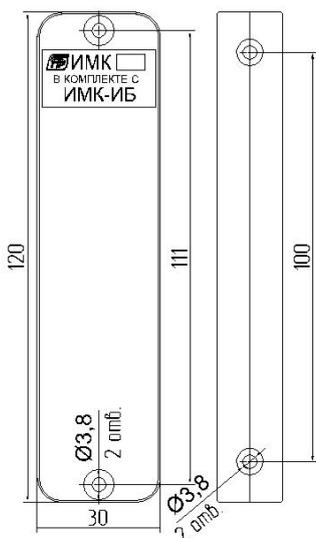

Рис.4.1 Внешний вид задающего блока
4.1 Внешний вид задающего блока изображен на Рис. 4.1.